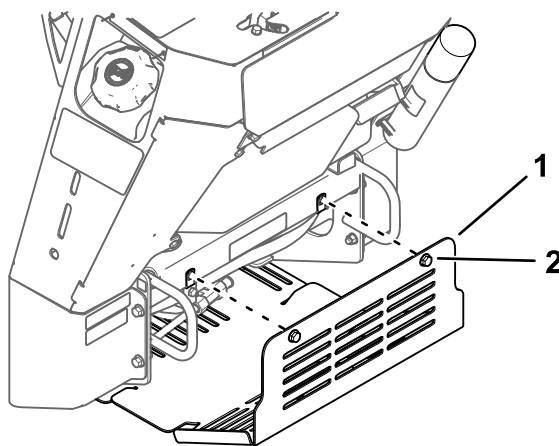

Figura 20
3. Desaperte os 2 parafusos que fixam o resguardo inferior sequencialmente, até o resguardo ficar livre (Figura 20).